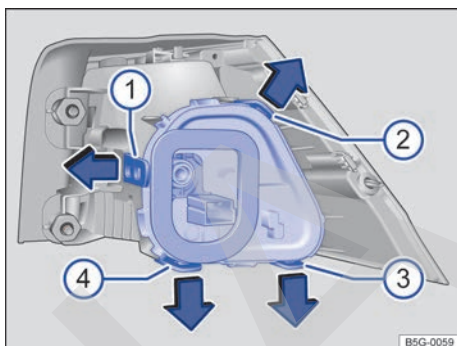

Fig. 192 Grupo óptico trasero en la carrocería: desmontaje del portalámparas. ① a ④ pestañas de bloqueo.
7.	Para desbloquear el portalámparas, presione las pestañas de bloqueo → fig. 192 ① a ④ en el sentido de las flechas.